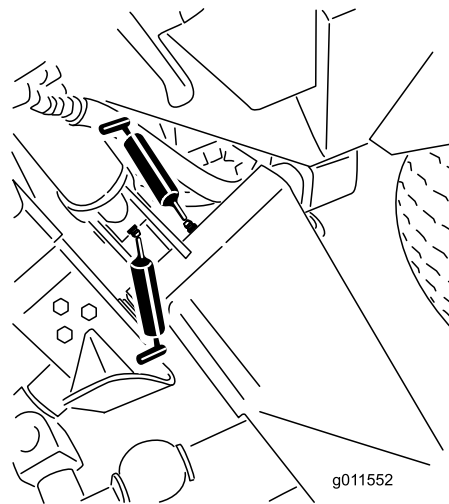

Bild 84
- Sechs Haupt-Hubarmbüchsen (Bild 84 und Bild 85)